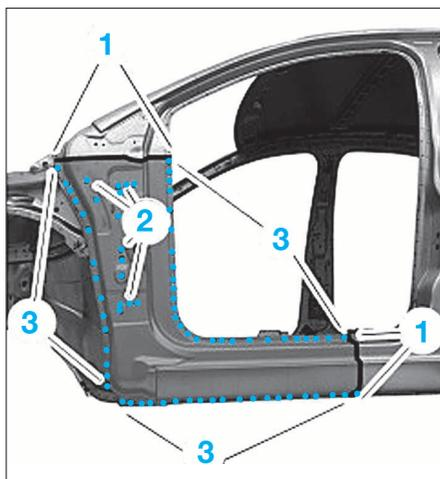

FIG. 37
- Souder en cordon continu sous protection gazeuse (1) par bouchonnage (2) par résistance par points (3) (Fig.37) le pied avant.